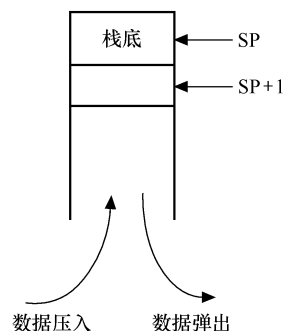

图 1-4 C51 单片机堆栈
至于 16 位的程序计数器 (PC) 和 8 位的堆栈指针 (SP) 等，其作用和一般微机是相同的。CPU 利用程序计数器 (PC) 指出下一条指令字节所在程序存储器地址，而用堆栈指针 (SP) 在片内 RAM 的 128 个字节中开辟栈区，并随时跟踪栈顶地址。C51 的堆栈是向上生成的（即先入后出），即将一字节数据压入堆栈时，堆栈指针 (SP) 增 1，将一字节数据弹出堆栈时，堆栈指针 (SP) 减 1，如图 1-4 所示。初始化时，单片机栈底地址（即 SP 的内容）为 07H。由于 C51 系列单片机存储器组织将程序存储器和数据存储器分开，所以又增设了一个 16 位的地址指针 (DPTR)，用以指示外部数据存储器或 I/O 口的地址。通过后面结合指令系统介绍，对它们的作用将会有更深的体会。